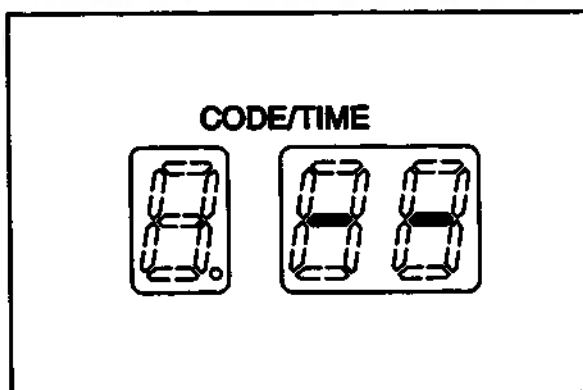

Рис. 4.43
4. При прекращении слива дезинфицирующего раствора слышится длинный зуммерный сигнал, а на дисплее «CODE/TIME» главной панели управления появляется значок [--], показывающий завершение процесса (см. рис. 4.43).